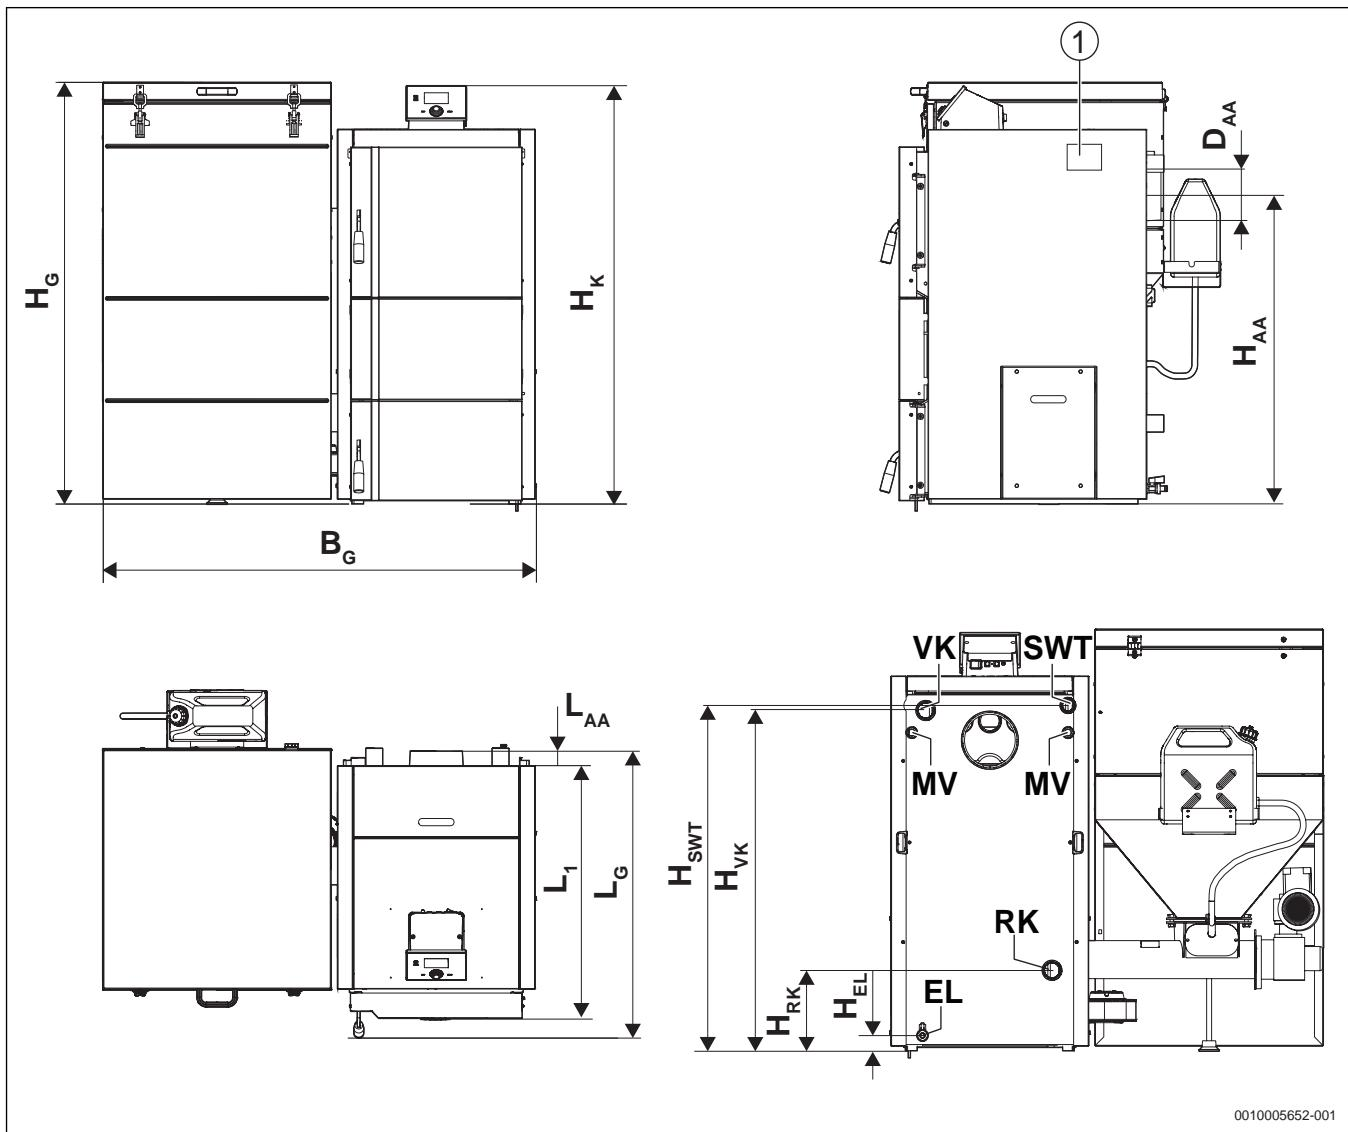

Рис. 7 Размеры
- Наклейте заводскую табличку в хорошо доступном и видимом месте, например, вверху на боковую стенку котла (→ рис. 7, стр. 8).